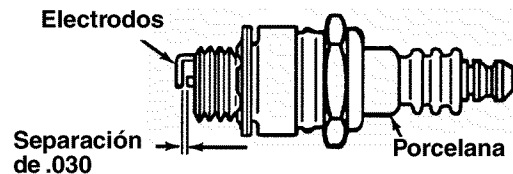

Figura 18
- Limpia la bujía y reajuste la separación .030" una vez por temporada por lo menos o cada 50 horas de operación. Se recomienda el reemplazo de la bujía al comienzo de cada temporada. Refiérase a la lista de piezas del motor para el tipo correcto de bujía. Vea la Figura 18.